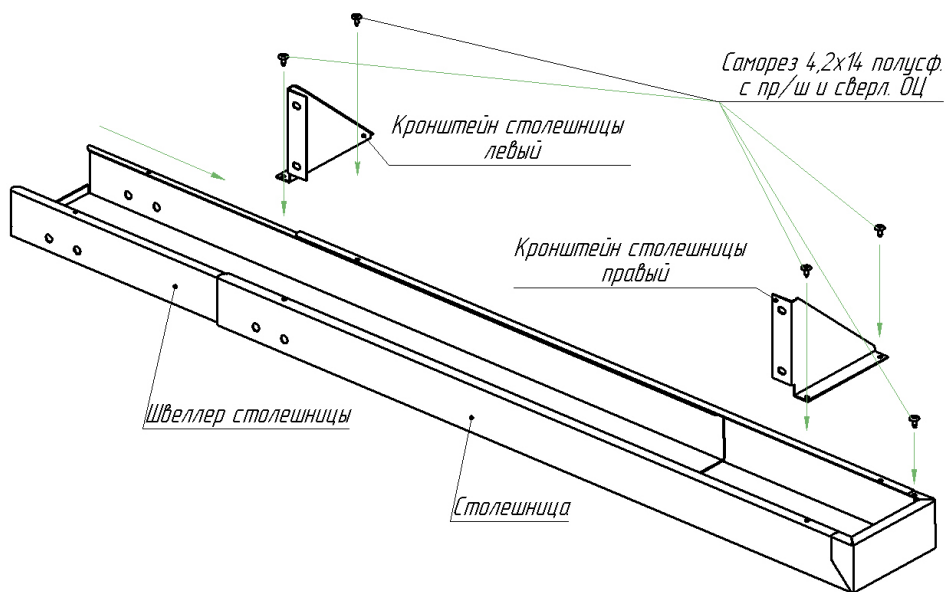

Рис. 5. Схема сборки боковых столешниц
3.13. Схема сборки боковых столешниц (3) (Рис. 1) представлена на рис. 5